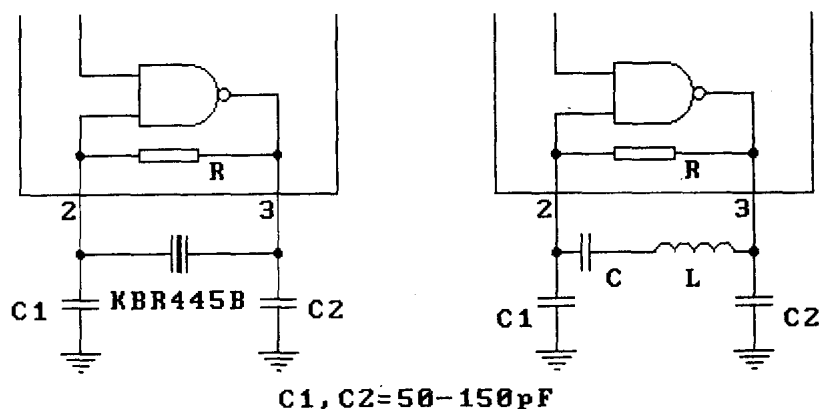

图 1-3-3 振荡电路图
- XT 和 $\overline{\text{XT}}$ 端外接陶瓷振荡器或 LC 串联谐振回路构成振荡器, 参见图 1-3-3。集成电路内有 CMOS 反相器和自偏置电阻。反相器是一个双端输入的与门, 其中一端作为振荡控制端。当未按下按键时, 该控制端为低电平, 振荡器停止工作, 故功耗极低。只有当按下按键时, 控制端变为高电平, 与非门才能产生振荡。